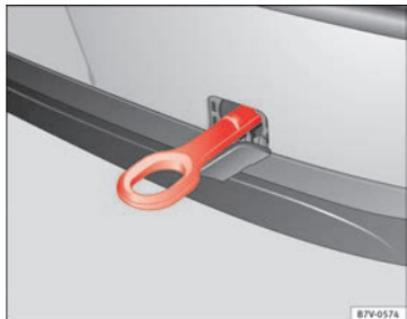

Abb. 222 Im Stoßfänger hinten rechts: eingeschraubte Abschleppöse.
Die Aufnahme für die einschraubbare Abschleppöse befindet sich hinten rechts im Stoßfänger → Abb. 222. Bei Fahrzeugen mit werkseitiger Anhängervorrichtung befindet sich hinter der Abdeckung **keine** Aufnahme für die einschraubbare Abschleppöse. Zum Abschleppen Kugelkopf montieren und verwenden → Seite 247, ⇒ ①.